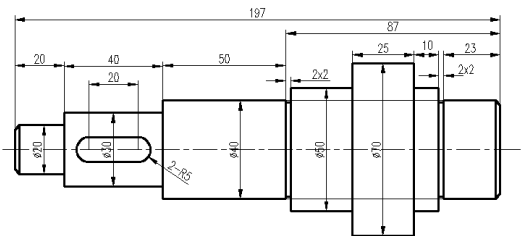

图 10-29 标注结果
- 17** 单击【标注】工具栏中的按钮，标注半径尺寸，并对文字进行编辑，结果如图 10-29 所示。